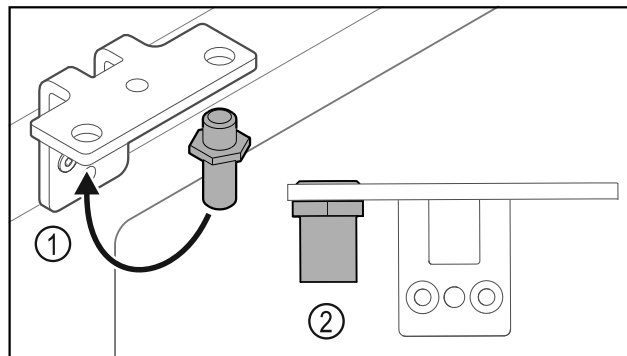

Fig. 32
- Bolzen Fig. 32 (1) im Scharnierwinkel umsetzen.
- Bolzen Fig. 32 (2) mit **Drehmoment von 12 Nm** anziehen.